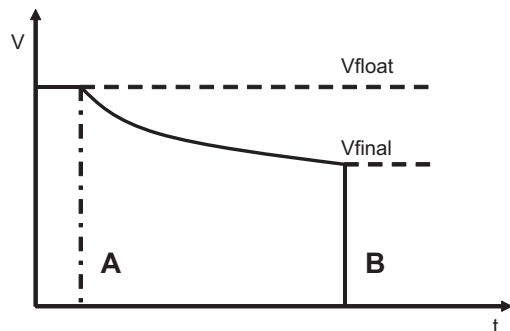

图 8.1 放电：电池电压与放电时间
在电池充电器电源 (Vac) 不存在的情况下放电时，电池充电器将使电池放电，直至达到 V_{final} 。处于 V_{final} 时，欠压保护会进入活动状态：关闭电池充电器（锁定行为）和关闭所有输出。请参见图 8.1。
- 超过 12 A 时，电池充电器将为系统提供 12 A。电池提供其余部分，并且会消耗电池，直至达到 V_{final} 。处于 V_{final} 时，欠压保护会进入活动状态：关闭电池充电器（非锁定行为）和关闭所有输出。请参见图 8.1。